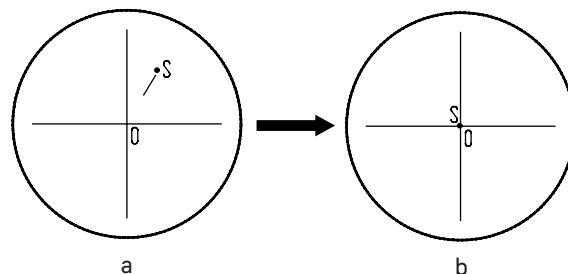

Рис. 17. Настройка канала визуализации
- Установите рукоятку переключения светового потока **4** в положение для наблюдения через окуляры и камеру. Наблюдая объект через окуляры, найдите отличительную точку в поле зрения (легко идентифицируемую цель, такую как точка **S** на рис. 17а), переместите объект на предметном столике так, чтобы данная точка находилась в центре поля зрения как показано на рис. 17б. Для этой процедуры вместо обычного препарата удобно использовать специальный калибровочный слайд с перекрестьем, а вместо обычного окуляра – окуляр с перекрестьем.